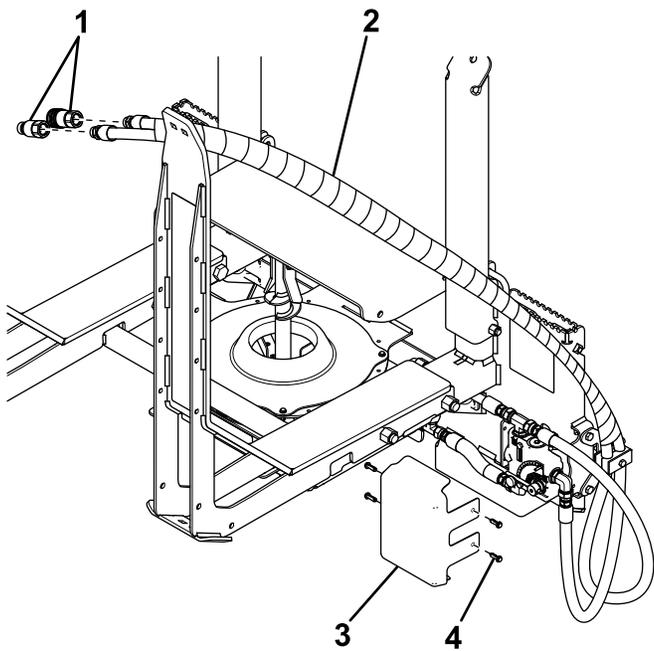

Bild 8
7. Montieren Sie die Abdeckung der Durchflusssteuerung mit vier Drucknieten (Bild 8).
8. Verbinden Sie die Schnelltrennkupplung mit Innengewinde mit dem freien Ende des langen Schlauchs (Bild 8).
9. Verbinden Sie die Schnelltrennkupplung mit Außengewinde mit dem freien Ende des kurzen Schlauchs (Bild 8).
10. Umwickeln Sie beide Hydraulikschläuche mit einer Schlauchhülle, beginnend kurz hinter den Schlauchklemmen (Bild 8).